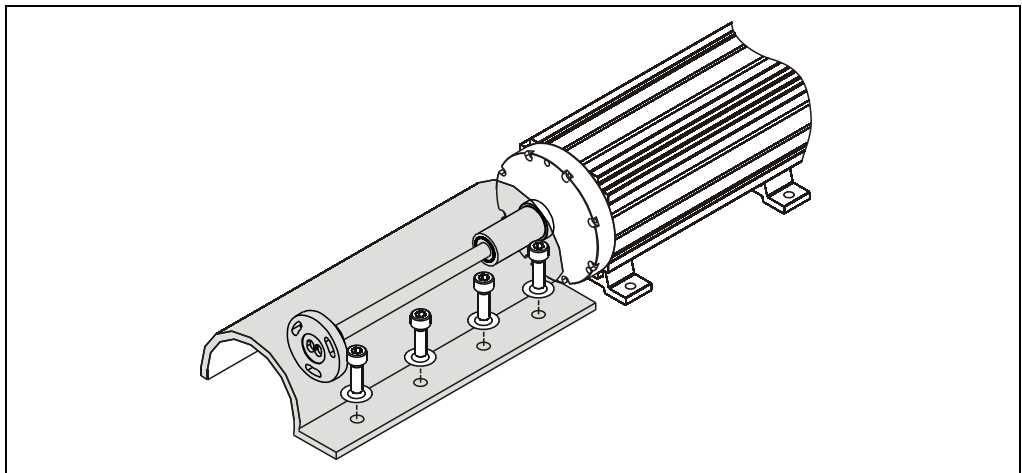

Abbildung 4: Montage-Beispiel Schutzabdeckung
- Kann Spritzwasser, Späne, heiße Metallteilchen und ähnliches nicht ausgeschlossen werden, ist eine zusätzliche Messachsen-Abdeckung vorzusehen, siehe Abbildung 4.